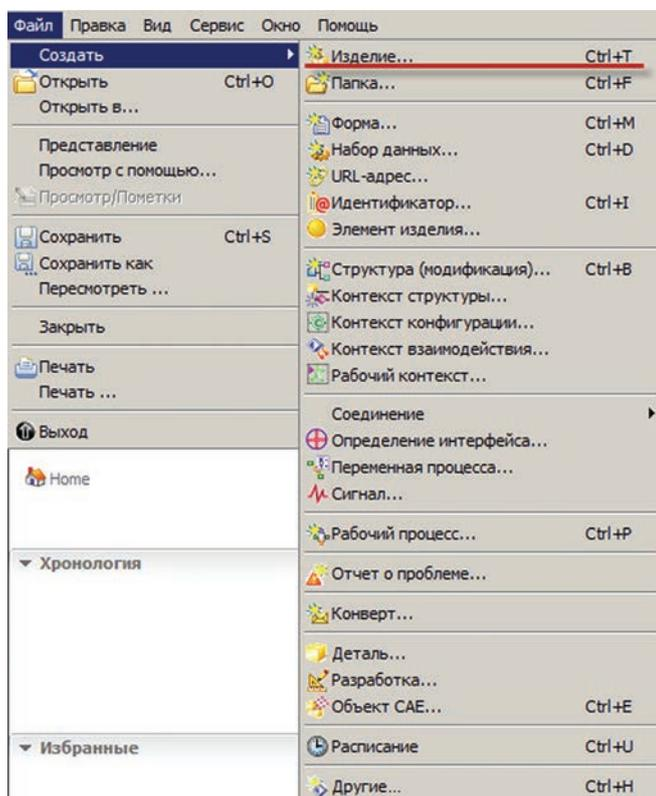

Рисунок 4.3
- далее следует выбрать пункт основного меню **Файл > Создать > Изделие**, в результате чего откроется диалоговое окно мастера создания изделий (рис. 4.3).